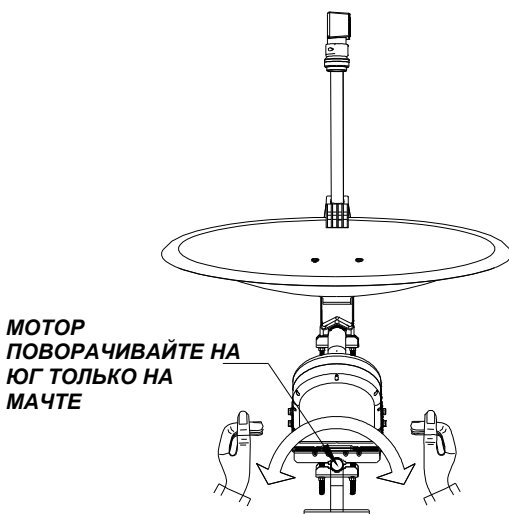

Рисунок L.2
1. С помощью инструмента для измерения мощности приёма и (или) спутникового приёмника, мотор с антенной направьте на выбранный южный спутник. Установку антенны в горизонтальном направлении произведите с помощью поворота мотора на мачте (рисунок L.2.), **не поворачивайте ось мотора или саму антенну.** Отклонения по высоте (элевация) корректируйте с установкой элевации антенны (рисунок K.2), **не изменяйте наклон мотора.**